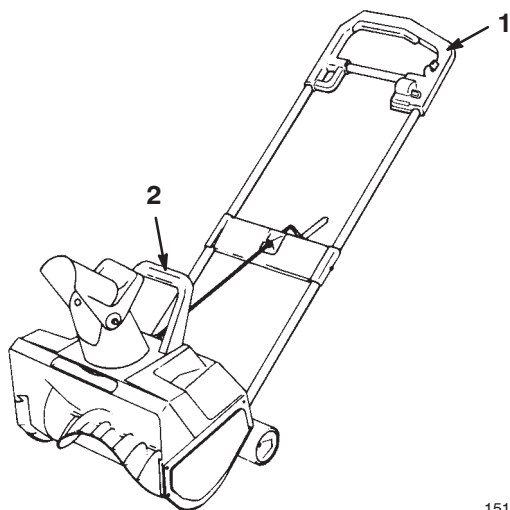

Figure 9
- Pour dégrossir les gros amoncellements de neige, soulevez la déneigeuse par le guidon et la poignée inférieure (Fig. 9) et placez-la directement dessus. Laissez le poids de la déneigeuse dégrossir l'amoncellement de neige en un mouvement de va-et-vient.